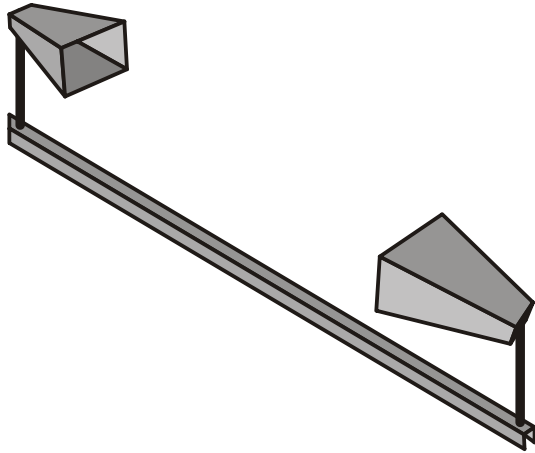
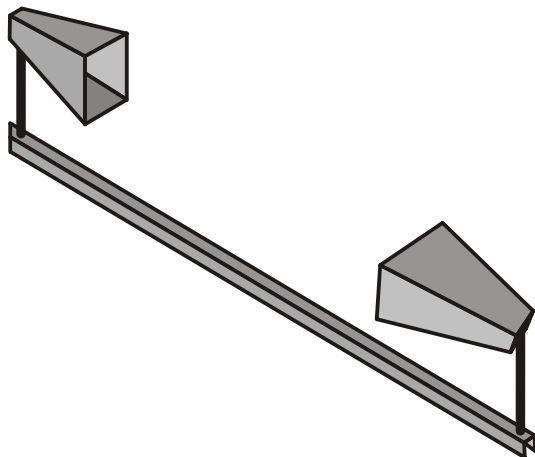

Fig. 4a: Disposição paralela de emissor e receptor
Fig. 4b: Disposição cruzada de emissor e receptor
- Dispor emissor, receptor e grade de polarização da forma mostrada nas Fig. 4A-f, observar a respectiva indicação no multímetro analógico e anotar a observação.
Com disposição paralela de emissor e receptor (Fig. 4a), o multímetro analógico indica tensão máxima, com disposição cruzada (Fig. 4b), zero. As microondas emitidas são ondas transversais linearmente polarizadas.